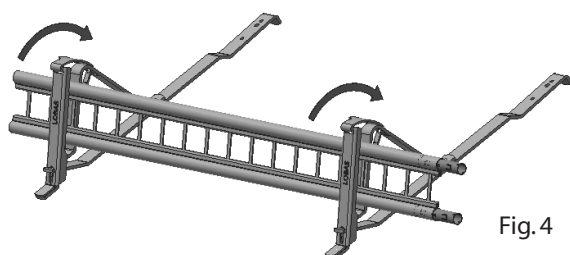

Fig. 4
3. Låseklemmen vipres opp og presse ned i firkanthull i konsoll. **NB! Gi låsen et slag til slutt slik at knasten går i inngrep i hullet (Fig. 4)**